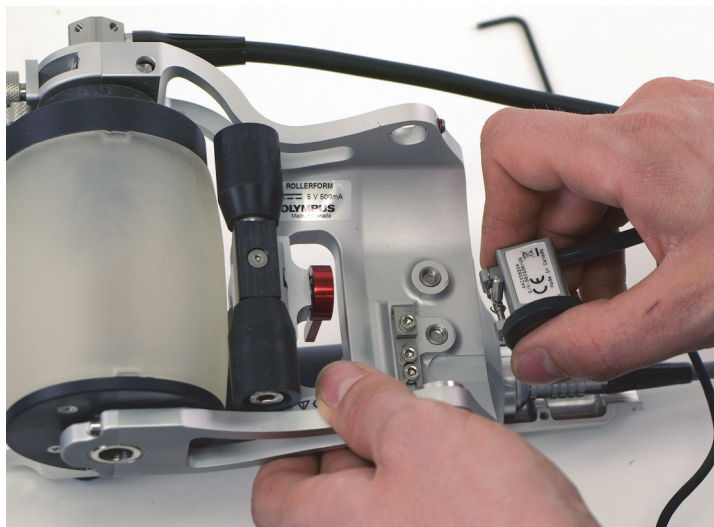

Figura 6-37 Remoção do codificador Mini-Wheel
5. Remova o codificador Mini-Wheel (Figura 6-37 na página 118).